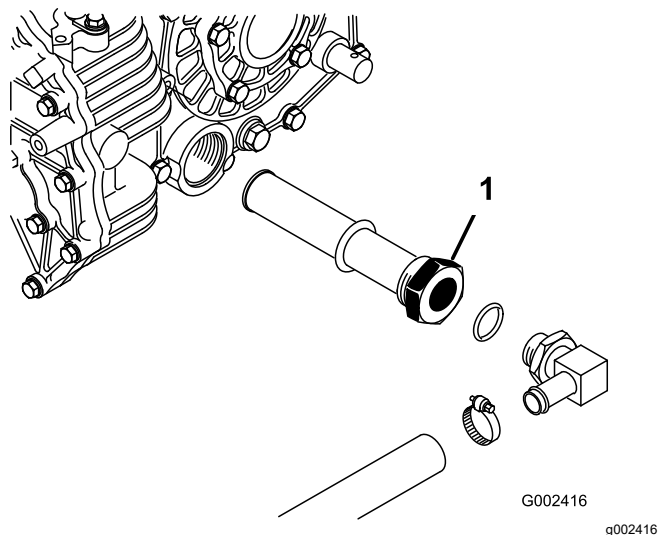

Figure 71
5. Notez l'orientation du flexible hydraulique et du raccord à 90° raccordé à la crépine sur le côté du réservoir (Figure 71).